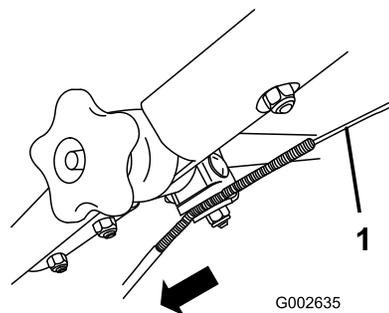

Figure 46
3. Tirez la gaine du câble vers le bas jusqu'à ce qu'il n'y ait plus de mou dans le câble exposé (Figure 46).